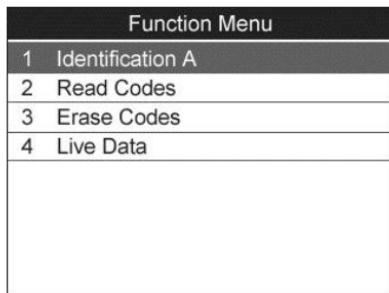

Figura 11.3
- 1) Desde el menú de función (Figura 11.3) use el botón de desplazamiento **ARRIBA/ABAJO** para seleccionar **Leer Códigos**, y presione el botón **OK**.
- 1) Desde el menú de función (Figura 11.3) use el botón de desplazamiento **ARRIBA/ABAJO** para seleccionar **Borrar Códigos**, y presione el botón **OK**.
- 1) Desde el menú de función (Figura 11.3) use el botón de desplazamiento **ARRIBA/ABAJO** para seleccionar **Datos en Vivo**, y presione el botón **OK**.
- 1) Desde el menú de función (Figura 11.3) use el botón de desplazamiento **ARRIBA/ABAJO** para seleccionar **Identificación A**, y presione el botón **OK**.